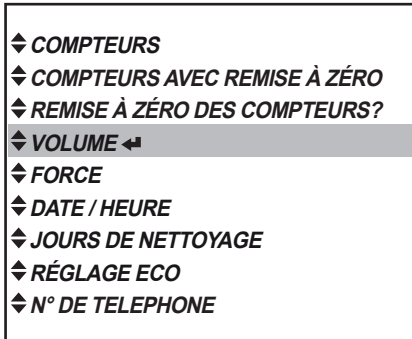

Fig. 35
1. Appuyez sur la touche d'entrée ◀ pour afficher le menu « VOLUME » (fig. 35)